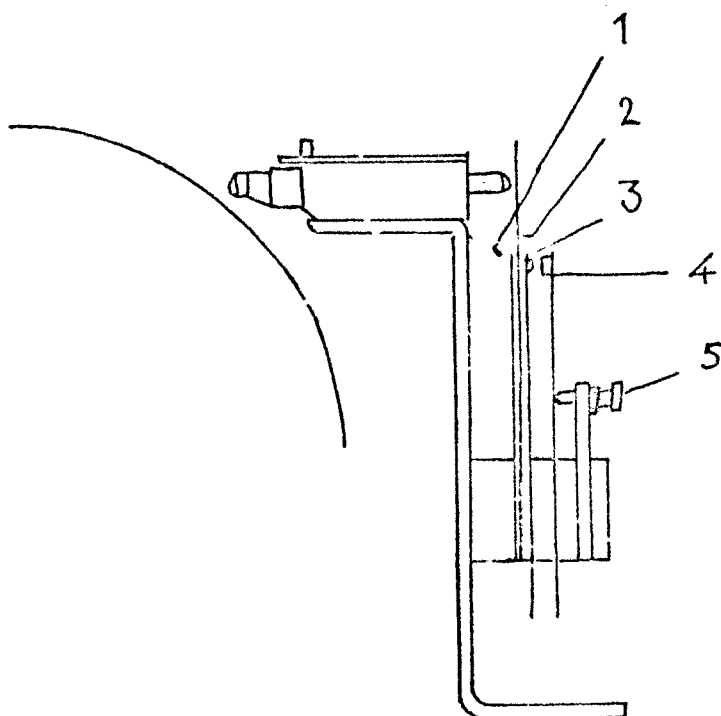

Bild 43
4.04.1 Justering av fjädergrupp i teckengivaren. Bild 43.